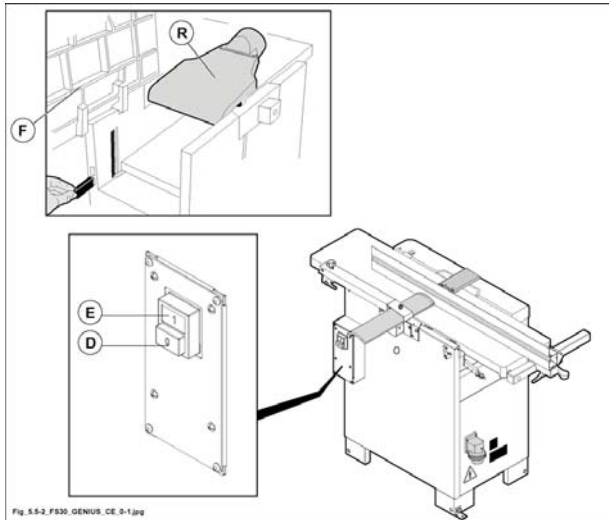

Fig. 5.5-2
- Verificare la perfetta apertura dei piani a filo (F fig. 5.5-2).
- Verificare la chiusura della protezione a ribaltina (R fig. 5.5-2).
- Premere il pulsante (E fig. 5.5-2).
- Premere il pulsante (D fig. 5.5-2).